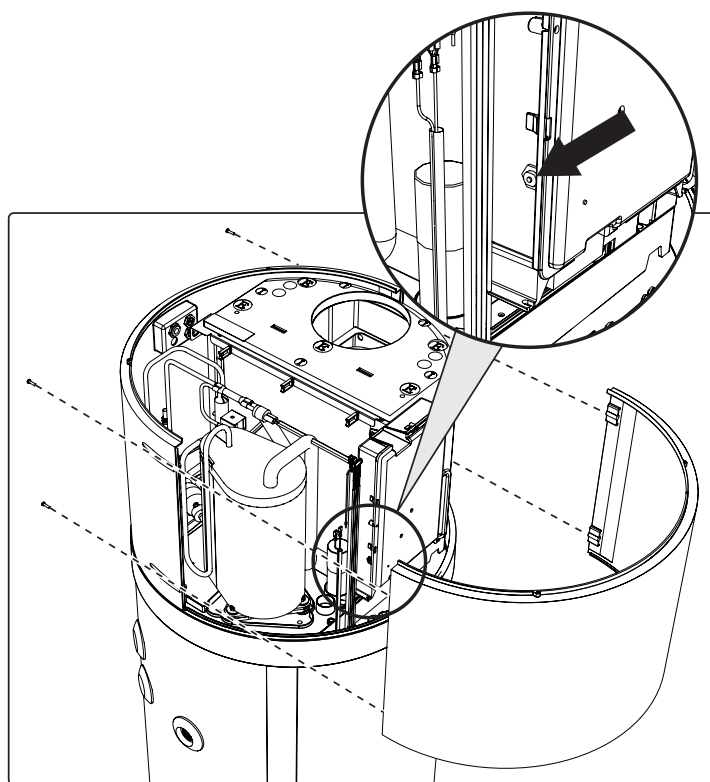

fig. 30- Demontarea panoului frontal
- Scoateți panoul frontal și resetați manual termostatul de siguranță care a fost declanșat (fig. 30). În caz de intervenție, pinul central al termostatului iese cu aproximativ 2 mm.